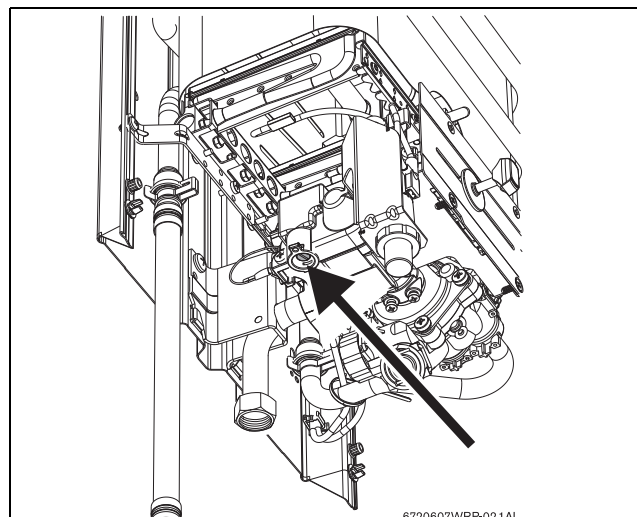

Fig. 13 Vis de réglage du débit maximal du gaz
- ▶ Retirer le joint de la vis de réglage (fig. 13).
- ▶ A l'aide de la vis de réglage (fig. 13), régler la pression jusqu'à ce que les valeurs indiquées dans le tableau 6 soient obtenues.